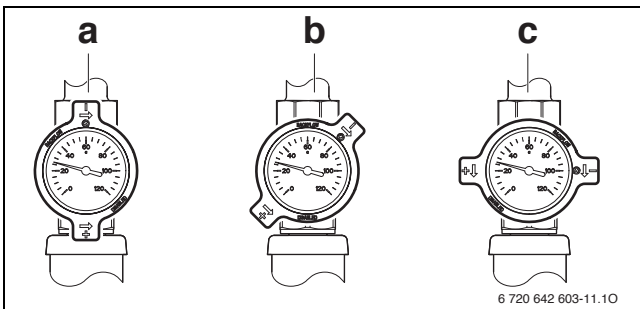

Fig. 21 Spærreanordning med selvirkulationsspærre i returledningen
- ▶ Udluft solvarmeanlægget igen med den automatiske udlufter på lavenergi-solvarmepumpen (→ fig. 21, [3], side 17) og på udlufteren på taget (hvis installeret) efter flere timers drift med lavenergi-solvarmepumpen.